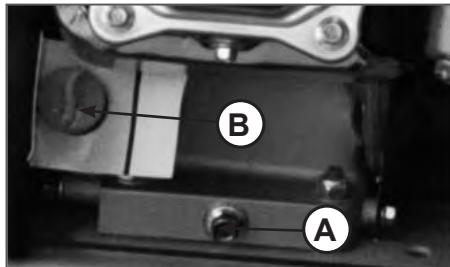

Рис.25
Открутите пробку для слива масла (A) Рис.25. Извлеките крышку/щуп (B) из маслозаливной горловины. Полнотью спейте масло. Закрутите сливную пробку. Залейте чистое рекомендованное масло до необходимого уровня. Установите крышку/щуп в маслозаливную горловину. Заведите двигатель и дайте поработать 1 мин. Заглушите двигатель и еще раз проверьте уровень масла.